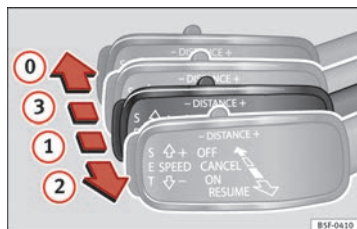

Fig. 135 A la izquierda de la columna de la dirección: tercera palanca para manejar el control adaptativo de velocidad.
- Tire de la palanca hasta la posición **1** ⇒ fig. 135. En la pantalla del cuadro de instrumentos se visualizará **ACC standby**.